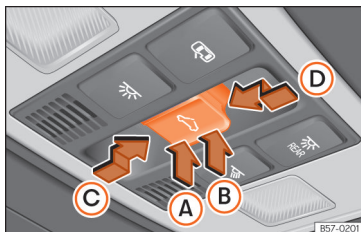

Рис. 82 Стельова консоль: клавіша управління люком.
Клавіша **рис. 82** має два положення. Перше положення дозволяє підняти/опустити або відкрити/закрити люк повністю чи частково.
- Протягом 5 секунд після спрацювання захисту від защемлення натисніть клавішу <=> >>> **рис. 82** до другого положення **D** і тримайте, доки люк не закриється до кінця.